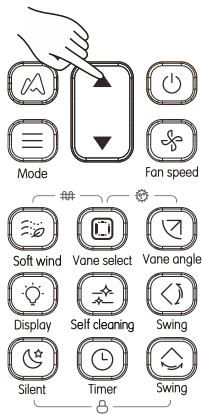

Abb. 4.4
- 3) Drücken Sie , um zur Oberfläche zur Einstellung des Parameters zu wechseln. Dann drücken Sie ▲ oder ▼, um den Parameterwert einzustellen. Nutzen Sie während der Auswahl des Parameterwertes die Tabelle der erweiterten Parameter (siehe Abb. 4.4).